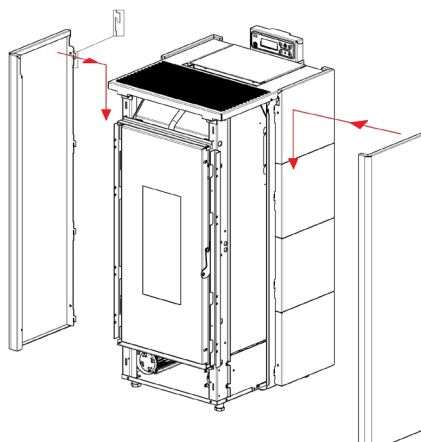

Fig. 34 - Die Platten einhaken
- Die farbigen Platten einsetzen: Die vordere Seite unter den Führungen am Ofen zusammenstecken, dann hinten über die Zähne einhaken (siehe Fig. 34 a pag. 23).